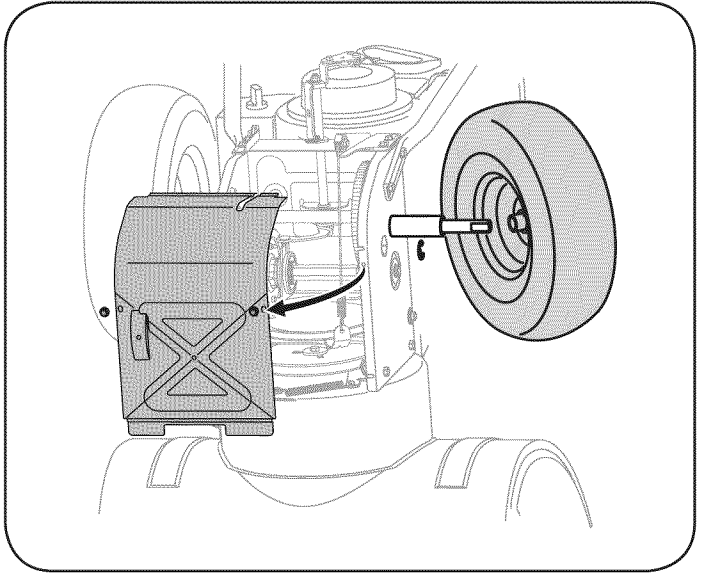

Figura 26
5. Retire la rueda derecha quitando el tornillo y la arandela de campana que la aseguran al eje. Vea la Figura 26.